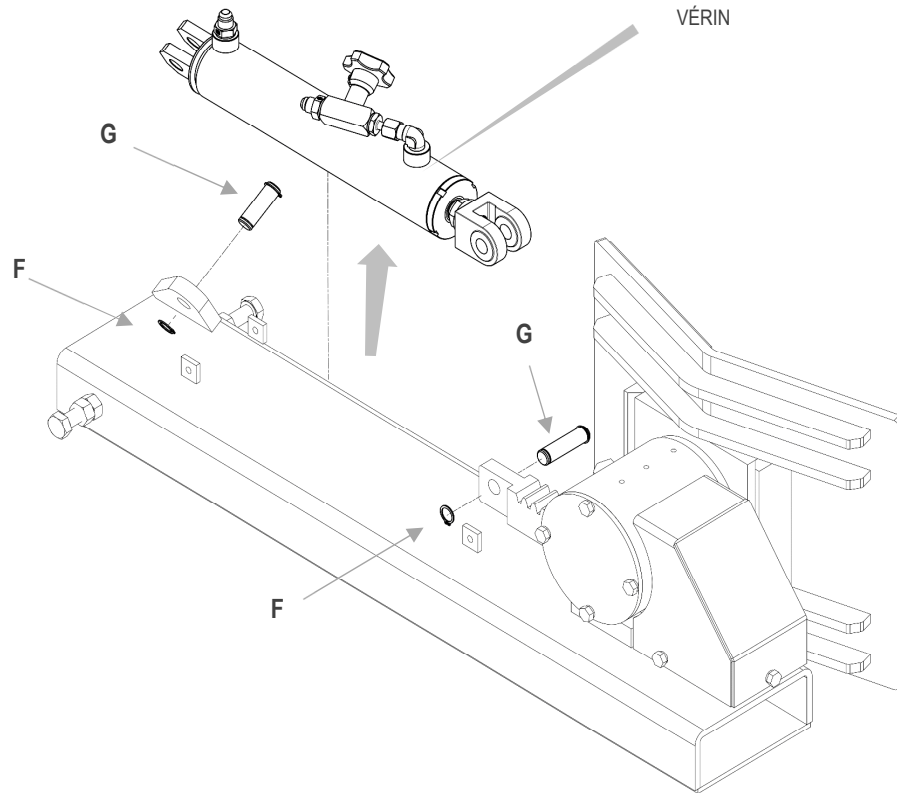

Figure 44
3. Retirer l'anneau élastique **F** dans la partie arrière du vérin, et extraire le pivot **G** qui fixe le vérin au support. Faire la même opération pour le pivot qui fixe la partie avant du vérin (voir Figure 44)